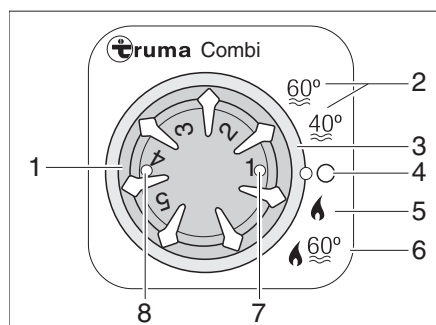

Bild 84 Bedieneinheit für Heizung/Boiler
*Betriebsart wählen:* ■ Betriebsart mit dem Drehschalter (Bild 84,3) einstellen.
**Winterbetrieb** Die Heizung wählt nach eingestellter Heizstufe selbstständig die benötigte Brennerstufe. Bei Betriebsart "Heizung und Boiler" (Bild 84,6) wird auch das Wasser im Boiler erhitzt. Die Heizung kann in der Betriebsart "Heizung ohne Boiler" (Bild 84,5) mit leerem Boiler betrieben werden.
■ Temperatordrehknopf (Bild 84,1) an der Bedieneinheit auf gewünschte Heizstufe stellen.
■ Drehschalter (Bild 84,3) auf Winterbetrieb "Heizung ohne Boiler" (Bild 84,5) oder auf Winterbetrieb "Heizung und Boiler" (Bild 84,6) stellen.
Grüne Kontroll-Leuchte (Bild 84,7) leuchtet.
*Ausschalten:* ■ Drehschalter (Bild 84,3) auf "O" (Bild 84,4) stellen.
Die Kombination Gasbetrieb und 230-V-Elektrobetrieb verkürzt die Aufheizzeit (nur möglich, wenn die Heizung an der Bedieneinheit (Bild 84) auf Winterbetrieb gestellt ist).